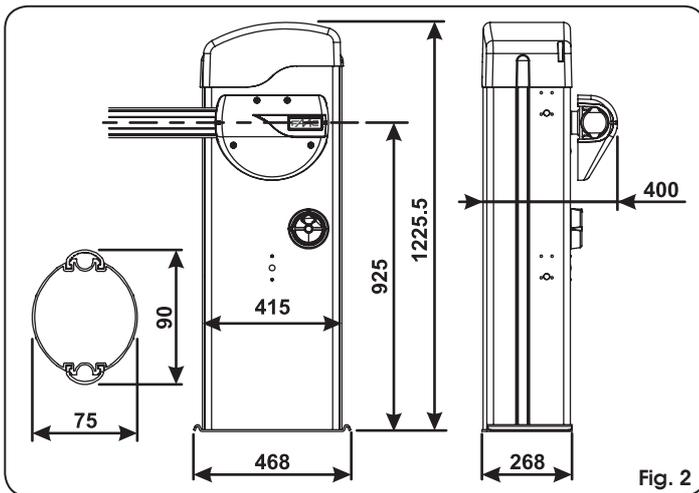

Fig. 2
- Die Entriegelungsvorrichtung gegen den Uhrzeigersinn bis zum Anschlag drehen, siehe Abb. 2, Bez. ①.
- Den Schlüssel bis zum Anschlag gegen den Uhrzeigersinn drehen und abziehen, siehe Abb. 2 Bez. ②.
- Die Stange von Hand bis zum Anschlag bewegen, siehe Abb. 2, Bez. ③.